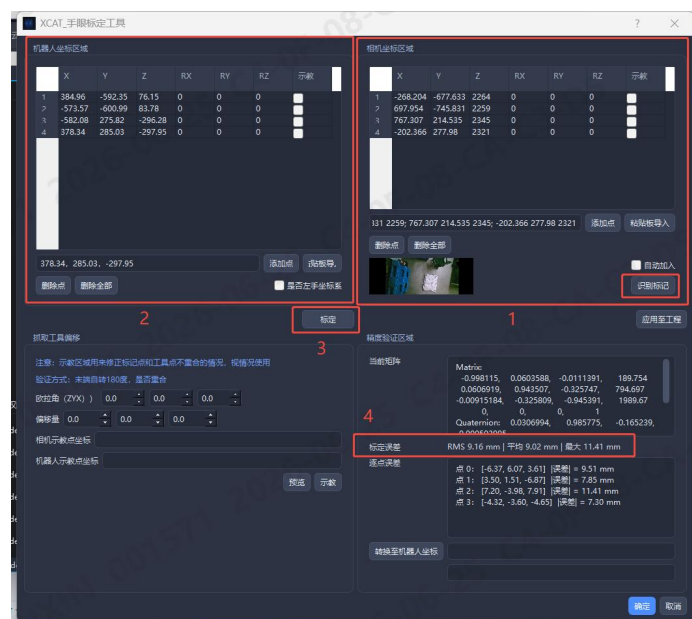

图 7 手眼标定工具（坐标采点与标定误差）
- 在界面右侧「相机坐标区域」点击「识别标记」（见图 7），系统自动捕获四个特征点并记录相机坐标。